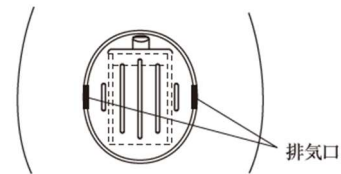

図 2
- 4.ボトルを 2、3 回ポンピングし排気口から排気音が発生することを確認する。(図 2)